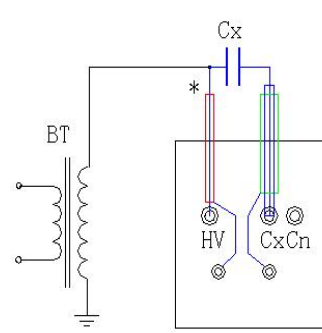
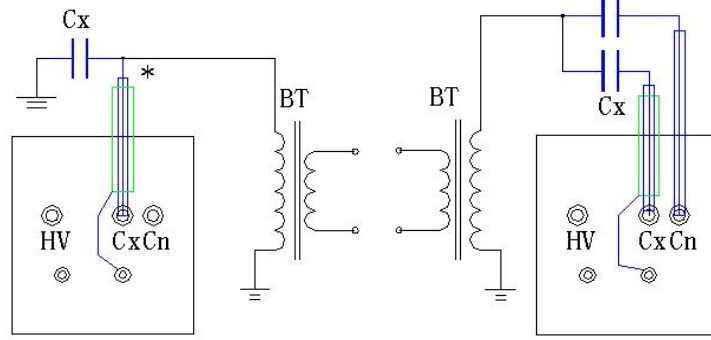

图 6：外接升压器方式
图 7: 外接升压器方式
既可以测量非接地试品（图 6：与“Cx”连接的线缆内层带高压），也可以测量接地试品（图 7：与“Cx”连接的线缆内层带高压）。
- b. 按图 6 或图 7 接线，将电缆插头端的引出线连至专用接地端；